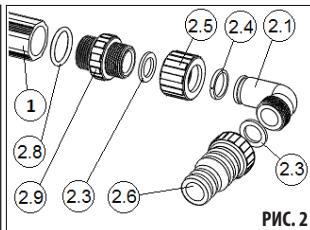
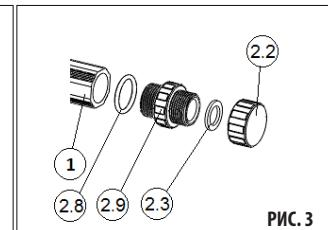

РИС. 2
РИС. 3
- 1) Соберите панель. На трубы солнечной панели навинтите футерки (2.9) с силиконовыми уплотнительными кольцами (2.8). РЕКОМЕНДУЕМ НАНЕСТИ НА ТОРЦЕВУЮ УПЛОТНИТЕЛЬНУЮ ПОВЕРХНОСТЬ ТРУБЫ СОЛЯРНОЙ ПАНЕЛИ (1) ТОНКИЙ СЛОЙ ПРИЛАГАЕМОЙ СМАЗКИ – ТАК ВЫ ИЗБЕЖИТЕ НЕГЕРМЕТИЧНЫХ СОЕДИНЕНИЙ. После этого на футерки установите патрубки для присоединения шлангов (РИС. 2) и пробки (РИС. 3). В одной из труб панели посередине находится пробка – на этой трубе должны быть установлены патрубки для присоединения шлангов, на второй трубе установите пробки.